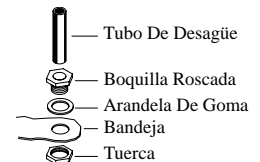

Fig. 4
- **La instalación del montaje de desagüe.** Quite la tuerca y pase la boquilla por el agujero de la bandeja, colocando la arandela de goma entre la bandeja y la cabeza de la boquilla (véase fig. 4). Coloque la tuerca en la boquilla y atorníllela hasta que quede apretada contra la parte inferior de la bandeja. Inserte el tubo de desagüe en la boquilla para retener el agua. El tubo de desagüe se puede quitar para desaguar el agua de la bandeja cuando sea necesario. Se puede conectar una manguera de jardín a la boquilla para desaguar el agua hacia otra parte.